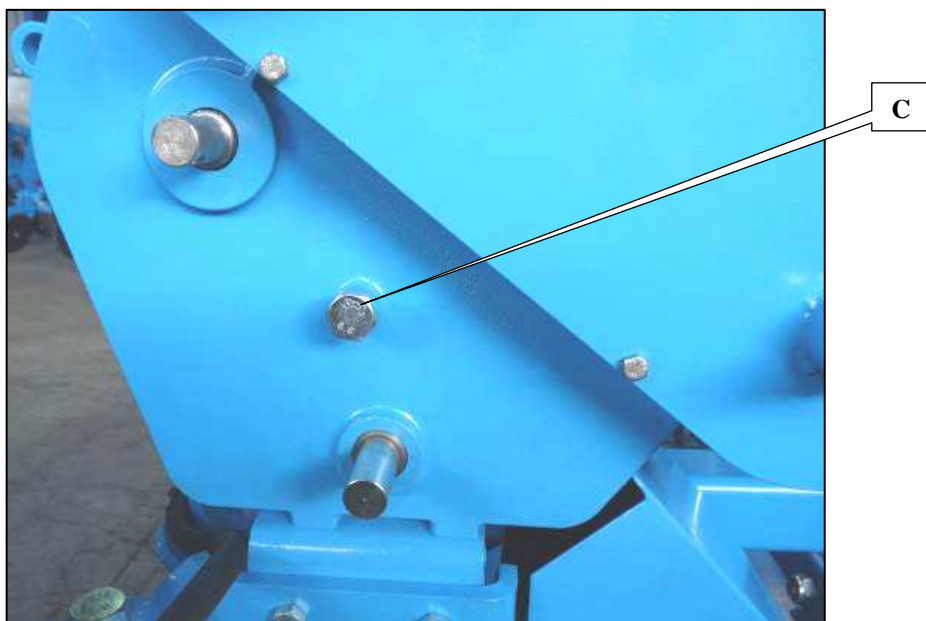

Fig. 2
Questa regolazione viene effettuata con un dado (D fig. 2), a seminatrice sollevata.
-Regolazione dei raschiatori, 2 esterni (E fig. 2) e 2 interni (F fig. 2).
Per regolarne la posizione, sollevare la seminatrice, allentare la vite (G fig. 2), far scivolare il raschiatori fino ad andare a sfiorare il disco e riavvitare.
- Graisser le variateur par l'orifice (C fig. 2). Lubrifier avec une huile en
- Grease the variator via the port (C fig. 2). Use a synthetic lubricant in a pressurised spray can.